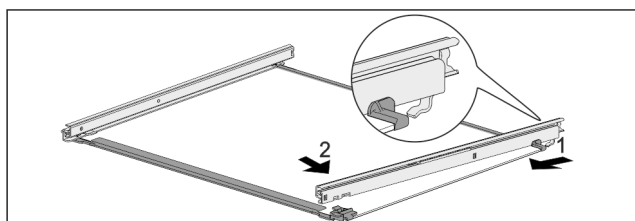

Fig. 126 Стеклянная пластина с направляющими
- ▶ Зацепите направляющую сзади. Fig. 126 (1)
- ▶ Защелкните направляющую спереди. Fig. 126 (2)